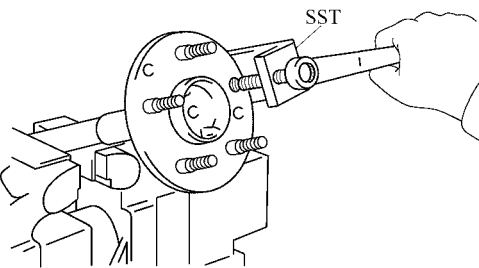

图 14-118 用轮毂螺栓拆卸工具拆下轮毂栓
(7) 拆下导油板。使用轮毂螺栓拆卸工具拆下轮毂栓，如图 14-118 所示。然后从后桥轴上拆下导油板和垫片。